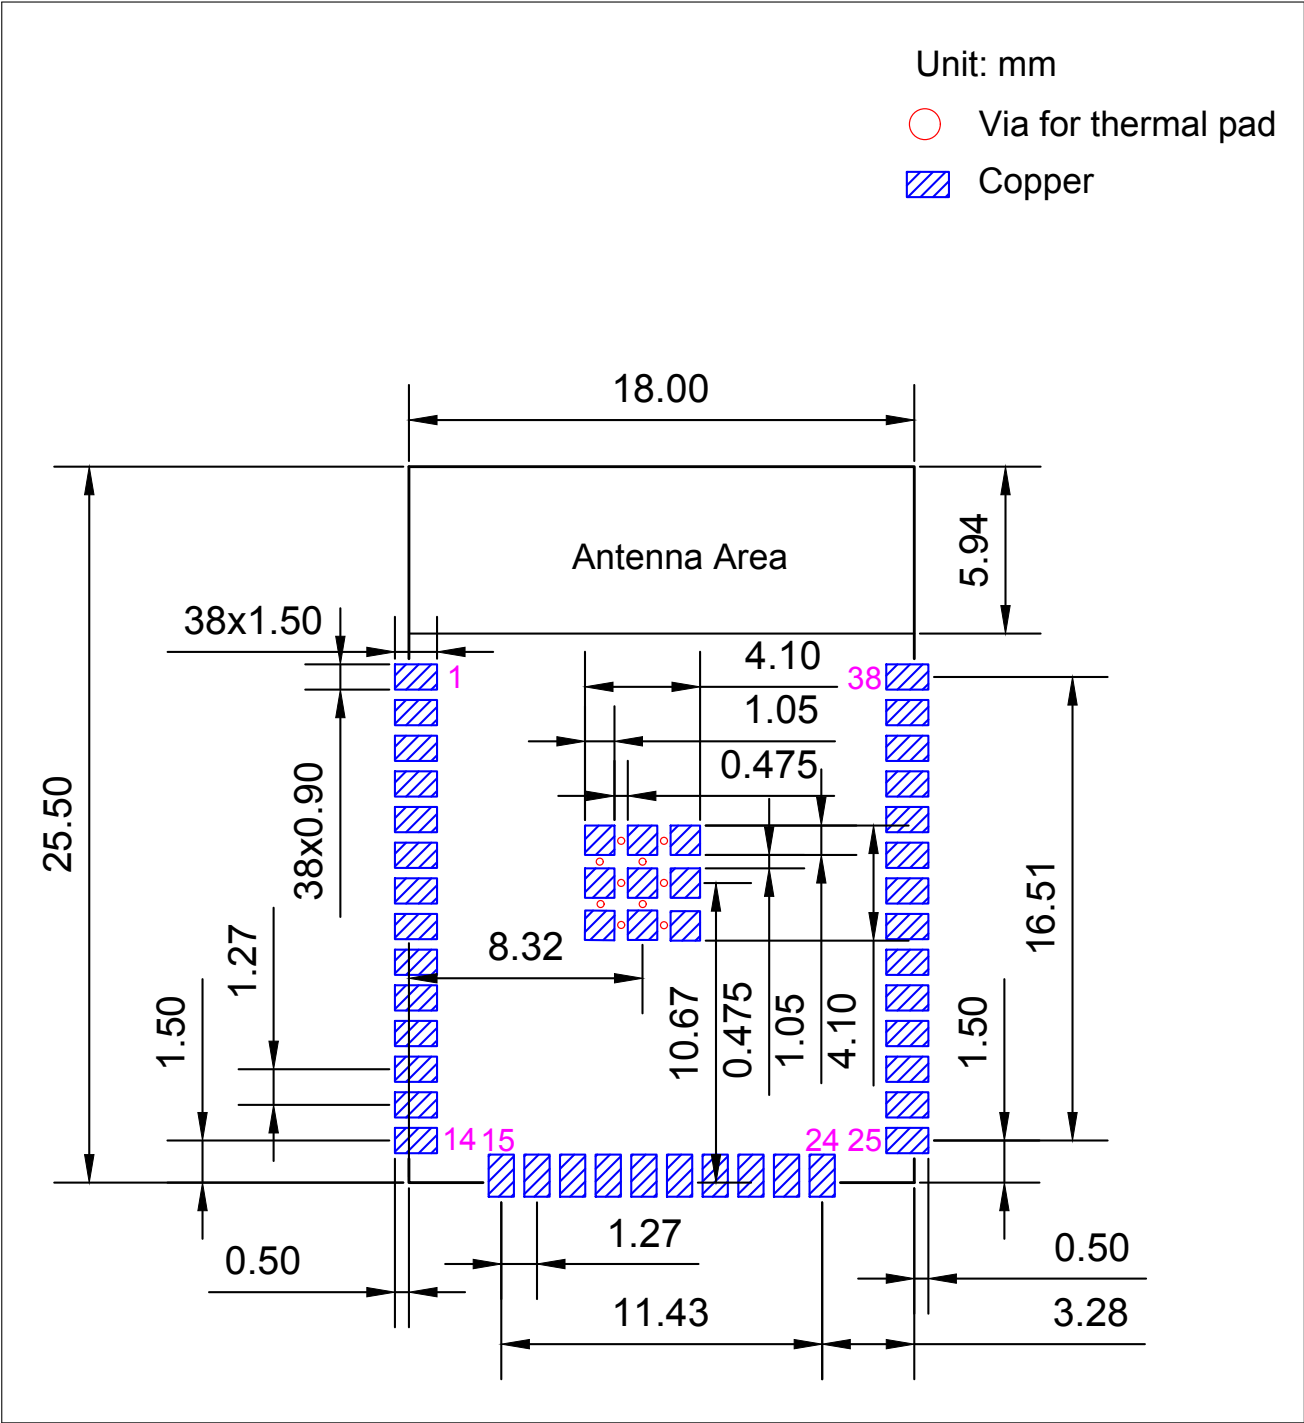

图 8: 推荐 PCB 封装图形
- 推荐 PCB 封装图，标有 PCB 设计所需的全部尺寸。详见图 8 推荐 PCB 封装图形。
- 推荐 PCB 封装图的源文件，用于测量图 8 中未标注的尺寸。您可用 Autodesk Viewer 查看 ESP32-WROOM-32 的封装图源文件。